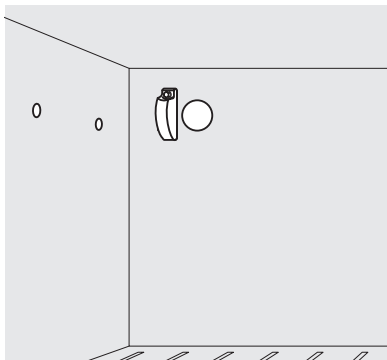

figure 1
4. Utilisez un couteau à mastic en plastique pour retirer les caches de l'intérieur du compartiment du congélateur. Voir la figure 1.
5. Retirez le couvre-connecteur du harnais, là où la machine à glaçons sera branchée, en retirant la vis hexagonale de ¼ po. Voir la figure 1.